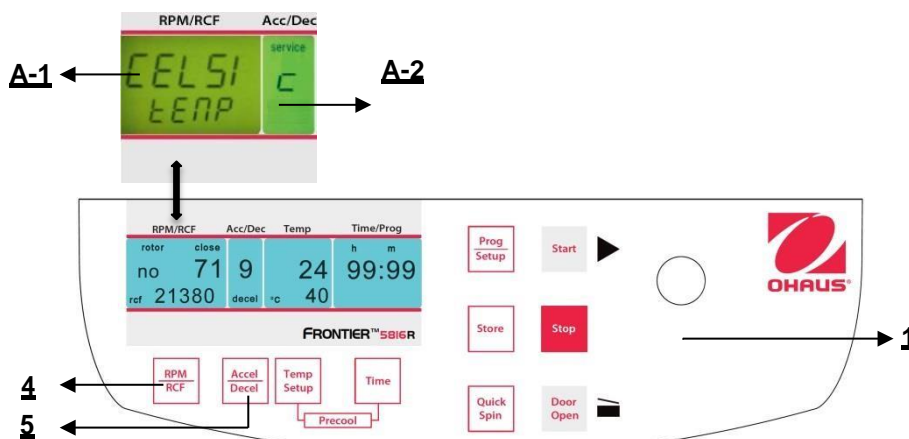

Figura 38
Procedere come descritto al punto 4.1. per inserire questa modalità programma e poi premere il tasto **"Accel/Decel"** (5). Sul display **"Acc/Dec"** (A-2) lampeggia la parola **"Service"**. Selezionare adesso la lettera **"B"** con la manopola di regolazione (1). Di conseguenza, sul display **"RPM/RCF"** (A-1), appare la parola **"ON/BEEP"**. Dopo aver premuto il tasto **"RPM/RCF"** (4), è possibile selezionare il suono tastiera con la manopola di regolazione (1). (Vedere figura 38).